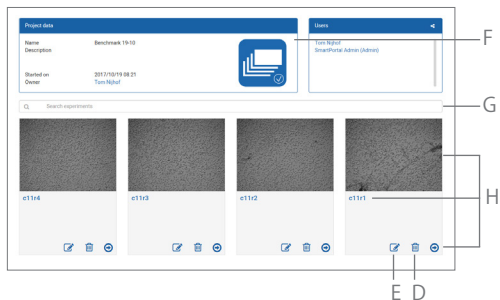

図24. 対応するすべての実験の概要
プロジェクト (C) を選択すると、そのプロジェクトに対応するすべての実験の概要が表示されます (図24)。一番上に、プロジェクトデータの概要 (F) が表示されています。プロジェクトの概要と同じようにSearch (検索) バー (G) を使用して、そのプロジェクトに含まれる特定の実験を検索できます。